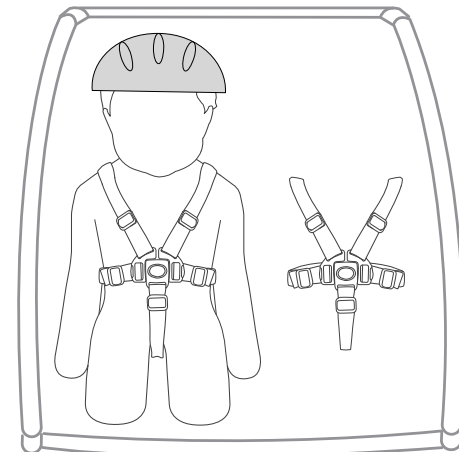

Abbildung 18
3. Wird nur ein Kind in einem zweisitzigen Anhänger transportiert, muss das Kind immer rechts sitzen (Abbildung 18).